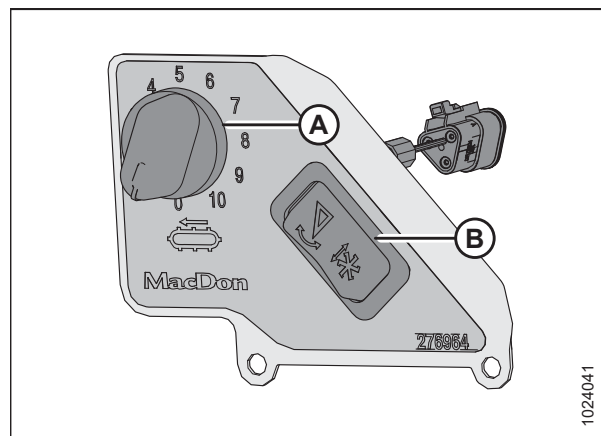

Figura 3.200: Comanda de viteză a transportorului cu bandă lateral din cabină
Comutatorul (B) din Figura 3.200, pagina 173 permite operatorului să comute între comenzile de înclinare a hederului și cele pentru poziția față-spate a rabatorului. Pentru instrucțiuni privind comenzile, consultați Reglarea unghiului hederului din combină, pagina 144.